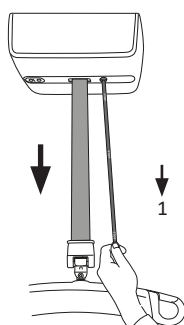

Fig. 3a
1. Dra nedåt och 2. Släpp det röda nödstoppsbandet. Se fig. 3a och 3b.